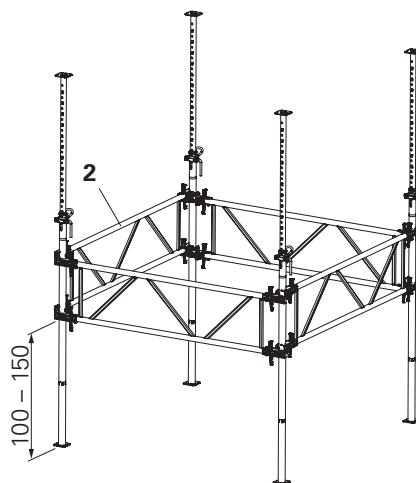
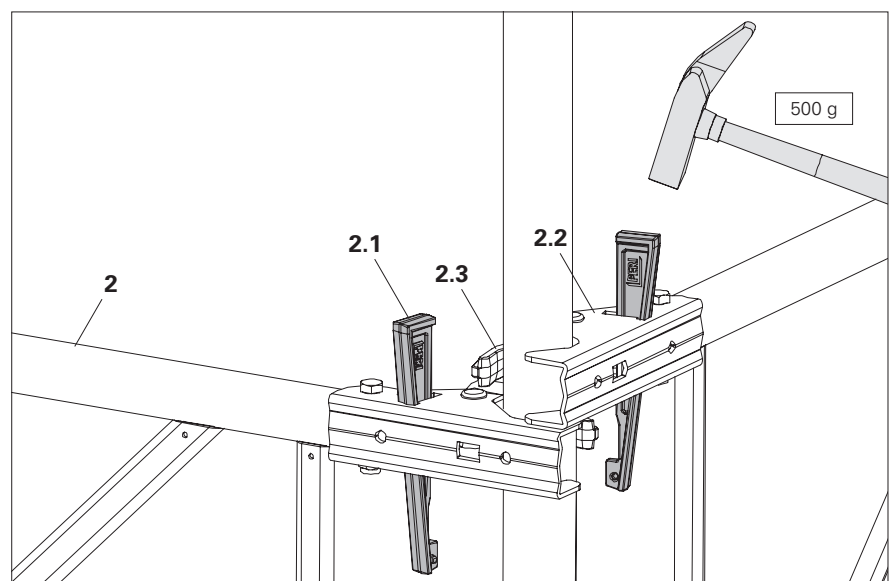

Fig. A1.06
Fig. A1.06a
2. Applicare il telaio PEP PRK (2) con la chiusura (2.2) e le ganasce (2.3) sul puntello per solai preassemblato. (Fig. A1.06)
- Ogni telaio PEP PRK (2) ha 4 chiusure (2.2), ciascuna con un cuneo (2.1) (in alto, in basso, a destra e a sinistra). (Fig. A1.06 + Fig. A1.06a)
4. Montare gli altri rinforzi PEP PRK (2) ai puntelli per solai.
5. Battere tutti i cunei (2.1) con il martello (fino in fondo). (Fig. A1.06a)